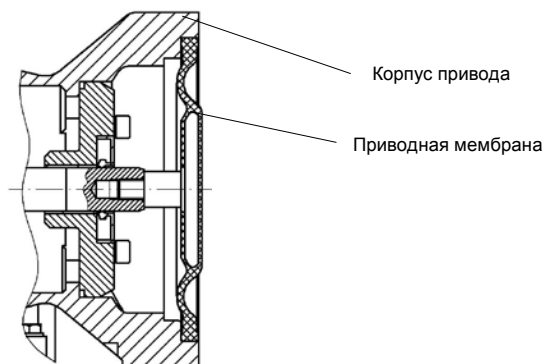

Рис. 34
- Приводные мембраны привести в среднее положение, медленно вращая лопасть вентилятора приводного двигателя (см. рис. 34).